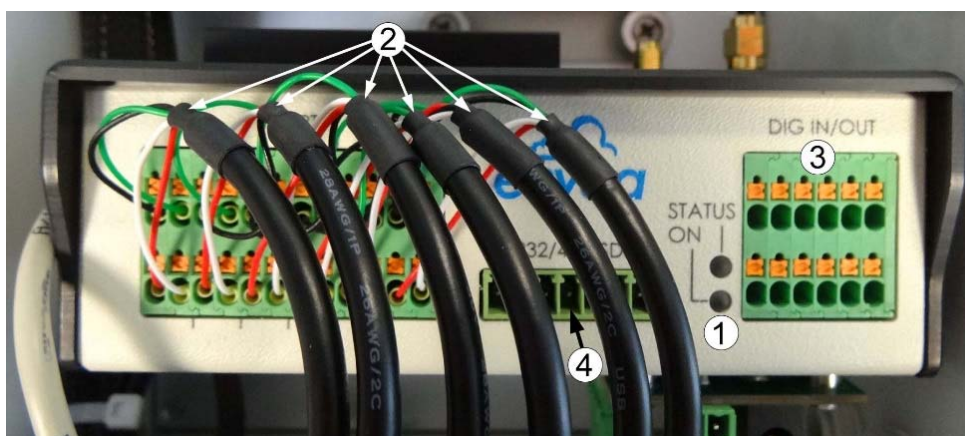

Figure 3 – Face avant du Module MODBUS RS485 pour CAIRSENS
- 6 câbles micro-USB pour connexion aux capteurs de la gamme CAIRSENS (2). Le code couleur des câbles est le suivant (voir Figure 3 pour visualiser l'ordre de raccordement noir/rouge/vert/blanc):